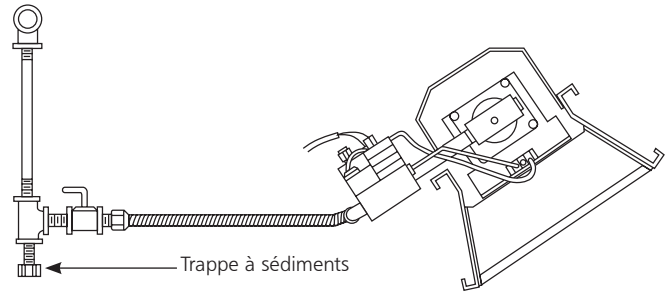

Figure 3. Installation typique de conduites
Assurez une alimentation adéquate en gaz pour l'entrée nominale de chaque appareil de chauffage utilisant des installations de conduites et des appareils de type American Standard dans l'immeuble. Dans la brochure ANSI Z223.1a/NFPA 54, le tableau C-3 illustre la capacité des différents diamètres de conduites de gaz naturel et les longueurs en pied cube par heure avec chute de pression de 0,3 pouces, et une gravité spécifique de 0,60. Pour la capacité des produits de pétrole liquéfiés (LP), se reporter aux figures 3. Sur les conduites filetées utilisez un composé à conduite résistant à l'action de tous les gaz.
- Une trappe à sédiments répondant aux exigences caractéristiques de la figure 3 doit être installée dans la conduite vers la soupape à gaz.